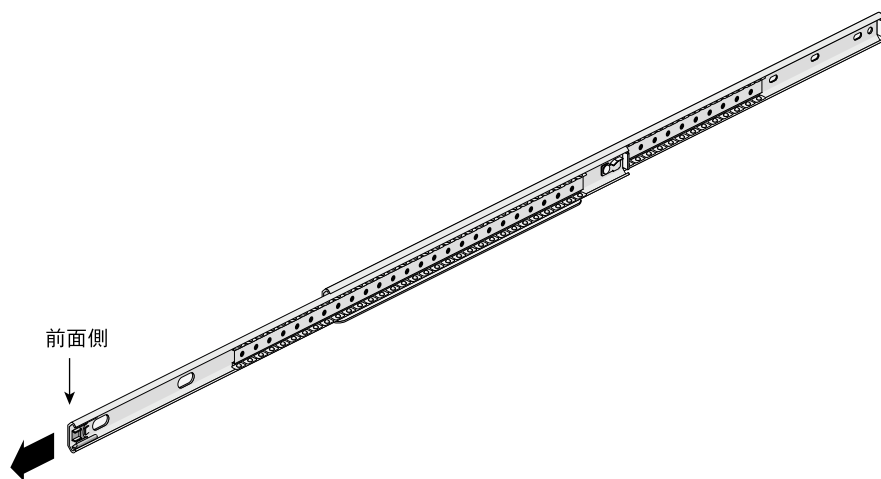

図2-2 スライドの前面側の確認
3. スライドの前面側を確認します。図2-2の矢印は前方向を示します。